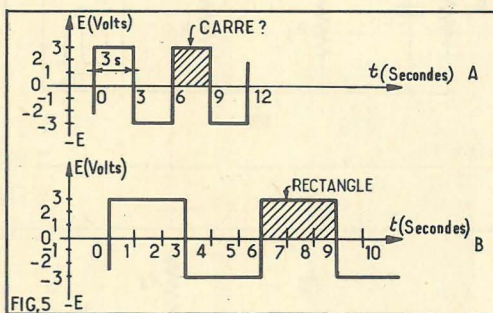

FIG. 5
Ces signaux sont nommés carrés par certains en traduisant mal l'expression anglaise « square wave » = onde rectangulaire, le mot carré n'ayant aucun sens pour des surfaces représentées graphiquement et dont la longueur et la hauteur ne sont pas de même nature. Ainsi si la demi-période est 1 s et l'amplitude moitié est 3 V, avec des échelles convenables chaque alternance peut avoir la forme carrée (voir figure 5 A) mais si l'on modifie les échelles comme en (B), il n'y a plus de carré mais des rectangles, donc le mot rectangle est toujours représentatif de la forme de la tension quelles que soient les échelles linéaires choisies. Les angles sont toujours de  $90^\circ$ . Une autre manière d'obtenir des signaux de formes diverses en partant des signaux disponibles est l'emploi de réseaux RC de configuration spéciale comme par exemple les circuits différentiateurs et les circuits intégrateurs.